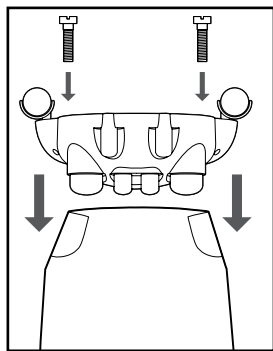

FIGURA 2
3. Tome la plataforma de las ruedas trasera, colóquela en las ranuras (en la parte trasera del depósito, enfrente de la entrada) y asegúrela con los tornillos que se proporcionan. **(FIGURA 2)**